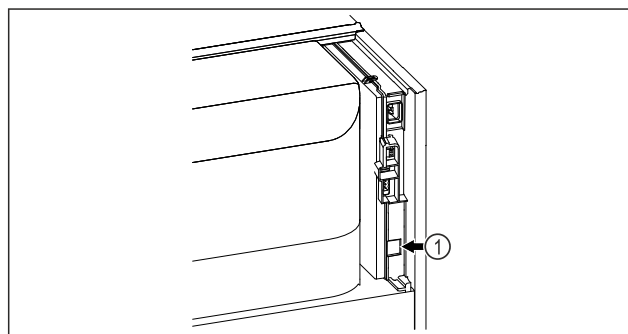

Fig. 90
- SmartModule Fig. 90 (1) on asennettu.